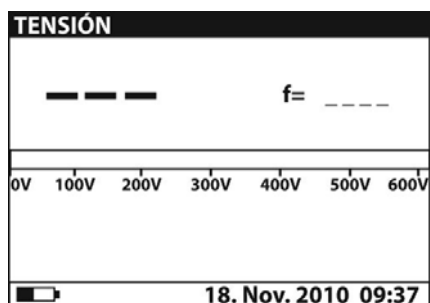

Fig. 13: Pantalla inicial medida tensión
2. Seleccione con las teclas flecha ▼ o ▲ la función “TENSIÓN” sobre el menú principal y confirme con la tecla **SELECT**. La pantalla Fig. 13 es mostrada en el instrumento